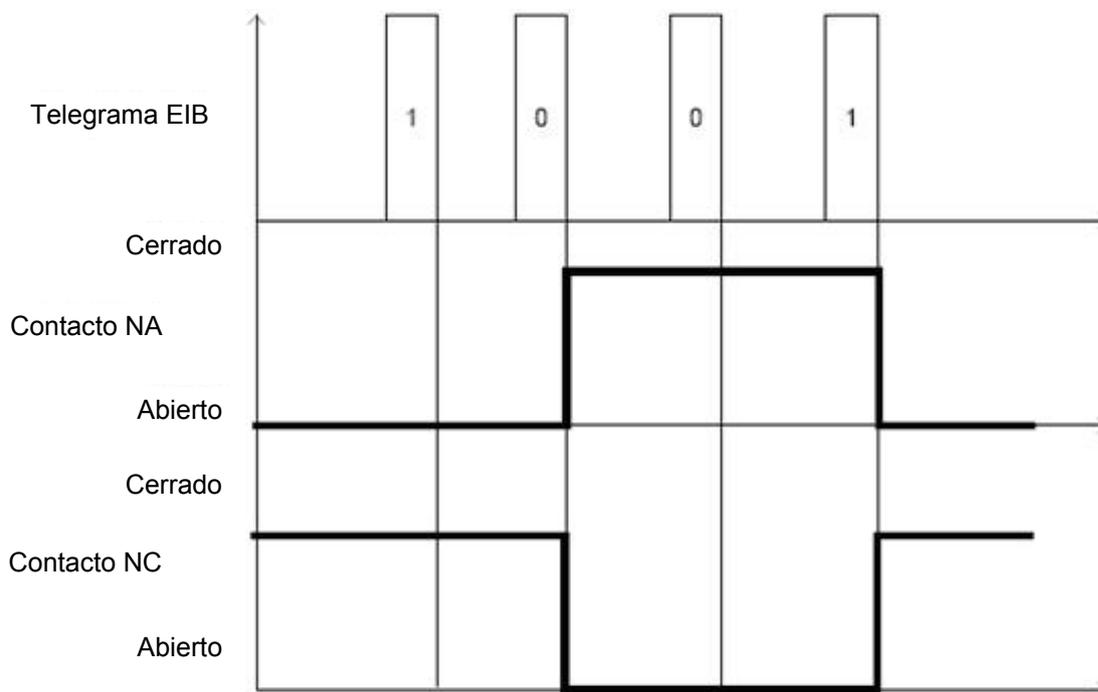

Fig. 3.2
- si el modo de funcionamiento es **conmutación ON/OFF**, al recibir dicho valor el dispositivo conmuta el relé (cierre contacto NA/ apertura contacto NC); viceversa, cuando recibe el valor lógico “1”, el dispositivo lleva el contacto en intercambio a las condiciones normales (apertura contacto NA/ cierre contacto NC). Véase la fig. 3.2.